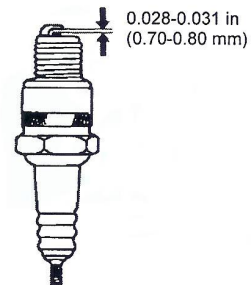

Рис. 8
- d) Замерьте зазор свечи зажигания с помощью щупа. Зазор должен быть 0.7-0.8mm (Рис.8). Если требуется его отрегулировать, осторожно отогните боковой электрод.